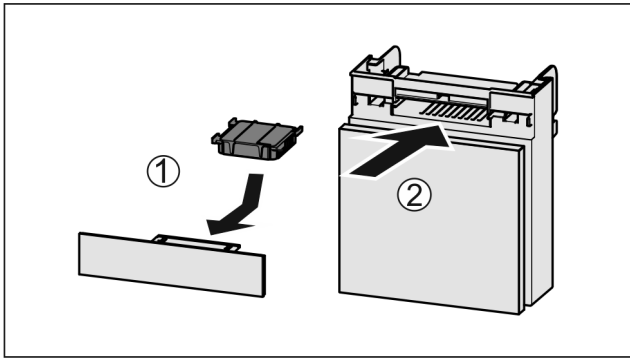

Fig. 127
- ▶ Поставете Fig. 127 (1) филтъра с активен въглен, както е показано на фигурата.
- ▶ Вкарайте Fig. 127 (2) отделението.